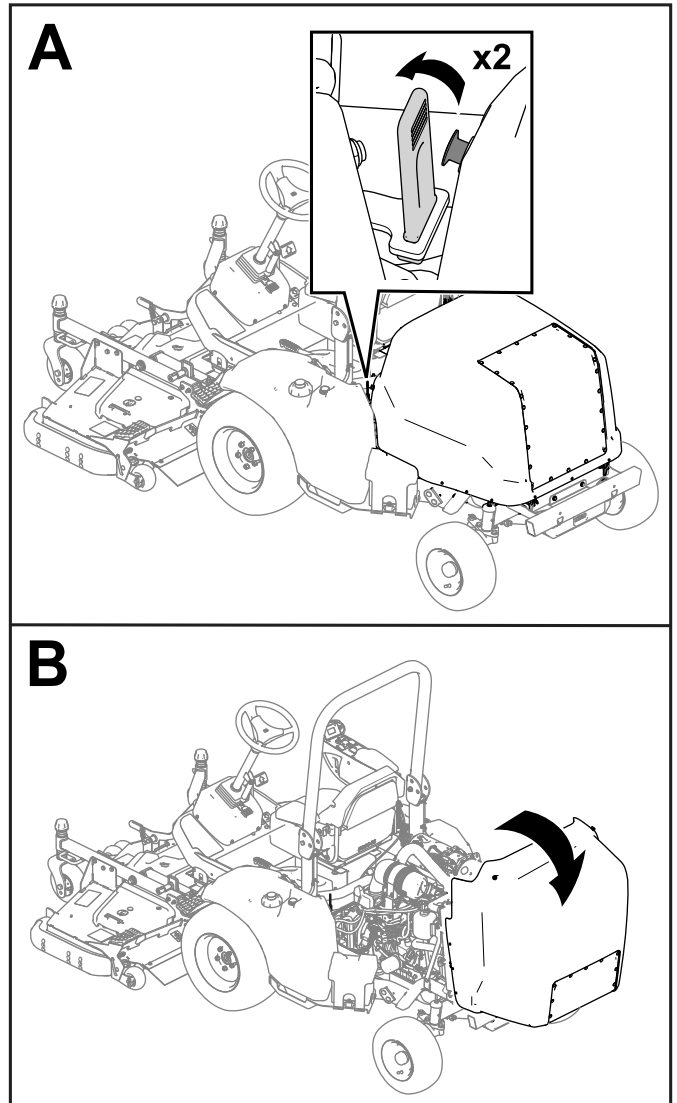

図 43
1. 機体両側でストラップを外す 図 43。
2. フードを上げる 図 43。